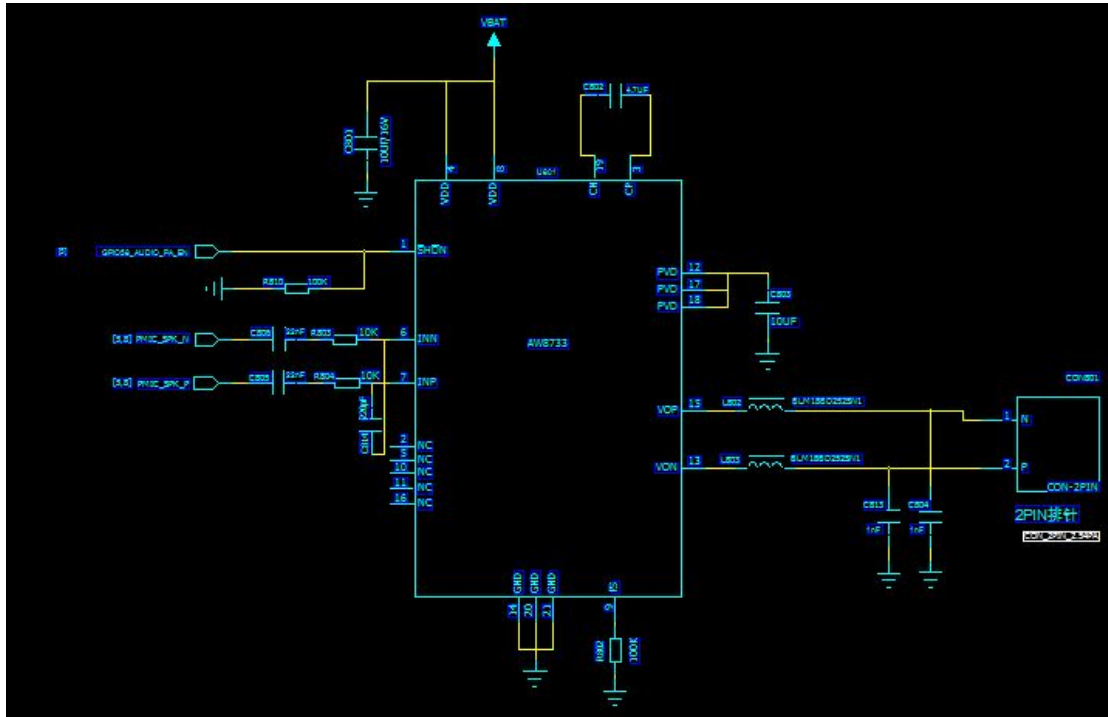

图 3-10
- 3, 如果认为喇叭输出功率不够, 需要进一步放大, 请参照图 3-10;